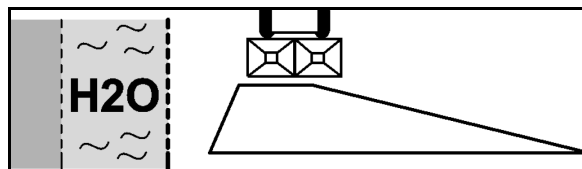

Fig. 74
2. Épandage dans les creux conformément au Décret concernant l'emploi des fertilisants (Fig. 74) :